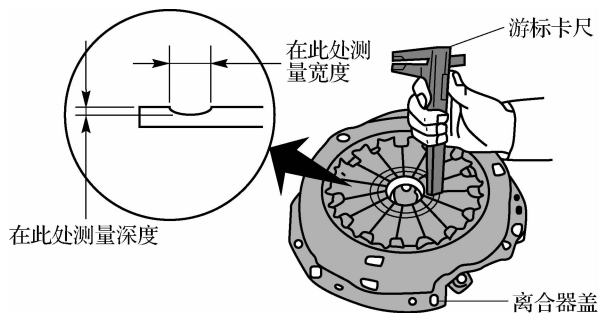

图 6-41 膜片弹簧小端磨损的检查
(2)膜片弹簧小端磨损的检修。用游标卡尺测量膜片弹簧小端磨损的宽度和深度,如图 6-41 所示。如果超过极限,应进行更换。奥迪、红旗和桑塔纳轿车的膜片弹簧深度磨损极限为 0.6 mm,宽度磨损极限为 5 mm。